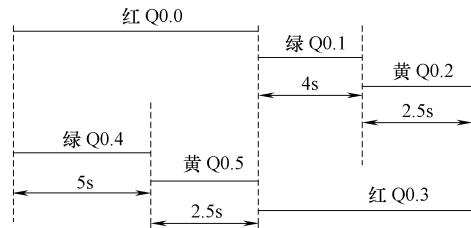
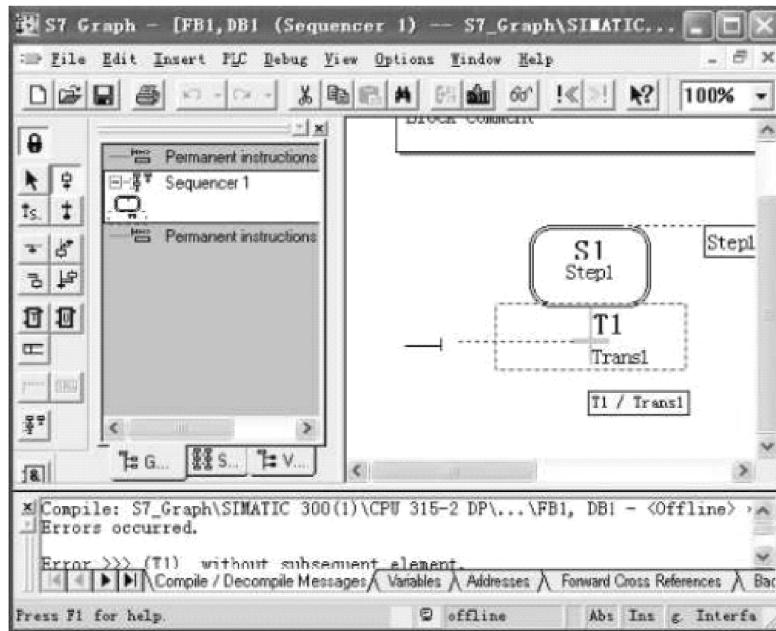

图 6-4 红绿灯动作时序图
图 6-7 插入“步”
在本节中, 我们以红绿灯动作控制为例, 介绍 S7 Graph 的功能, 如图 6-4 所示为红绿灯动作控制示意图。
3) 在块目录里可以看到刚插入的功能块(本例是FB1), 双击FB1的图标打开FB1的编程界面, 自动创建了第1“步”(S1)和第1个“转移”(Trans1), 如图6-7所示。
1) 再回来分析图6-4所示的红绿灯时序动作，可以使用4个“步”来完成控制。在FB1里增加“步”，方法是使用鼠标单击“Trans1”附近(虚线框大小的范围)，然后单击“⊕”符号，即可以在指定地方插入一个“步”和一个“转移”，如图6-7所示。
2) 现在开始调试程序。接通 M0.5 关闭 FB1 的顺序器，使所有的“步”都变为不活动的“步”，再接通 M1.0 准备自动连续执行 (M1.4 自动灯亮起来了)，断开 M0.5 接通 M0.6 激活 FB1 的顺序器，可以看到交通灯按照图 6-4 所示的时序图亮起来了。
选上控制顺序器界面“Automatic”前面的复选框，表示选择自动调试模式，同时确认被挂起的所有错误。这时可以看到交通灯按照图 6-4 所示的时序图亮起来了。